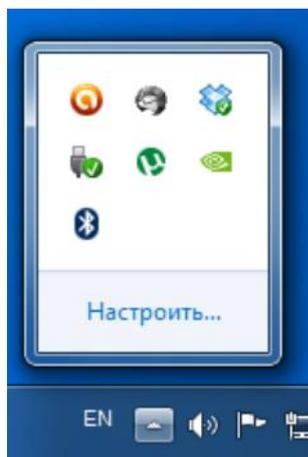

Рис.7. Вид всплывающей панели задач устройств Windows.
3.4.3. На ПК во всплывающей панели задач рядом с часами щелкните мышью два раза по значку  «Устройства Bluetooth» (рис.7):